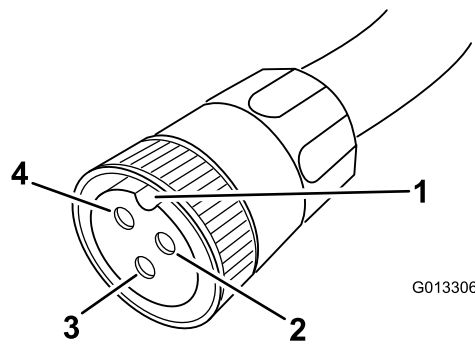

図 12
2. キー溝が 12 時の位置に来るようにケーブルを持つ図 12。